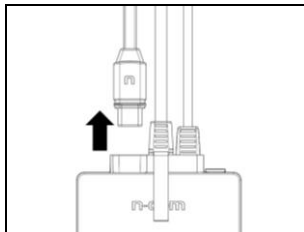

Fig. 41
- Unplug the keypad connector (Fig. 41).